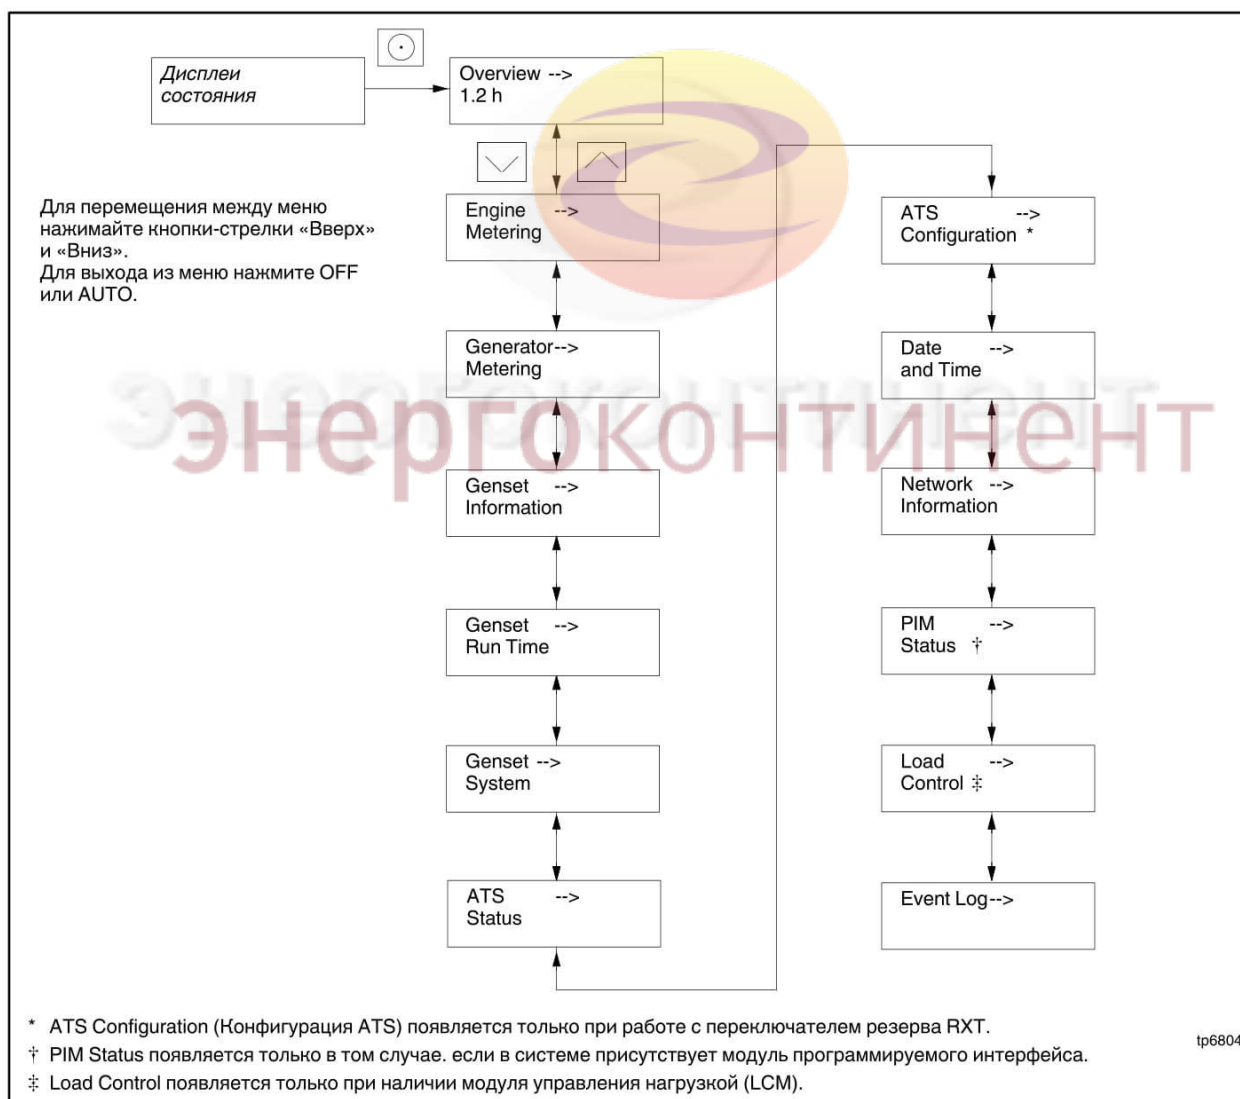

Рис. 3-9 Главное меню RDC2
2. Нажимайте кнопку-стрелку «Вниз», пока не появится нужное меню. В данном примере используется меню Genset System (Система генераторной установки). См. Рис. 3-9.
2. Нажимайте кнопку-стрелку «Вниз», пока не появится нужное меню. См. Рис. 3-9. В этом примере настраиваются дата и время. Нажмите:  Дисплей: Date --> and Time	9. Для перехода к следующему меню нажмите кнопку «Вниз». Нажмите:  Дисплей: Time: 01:49pm
2. Нажмите кнопку «Выбрать», чтобы войти в главное меню. См. Рис. 3-9.
Чтобы вызвать главное меню, один раз нажмите кнопку «Выбрать». Появится Overview (Обзор). См. Рис. 3-9. Для перехода к следующему меню, Engine Metering (Измерение параметров двигателя), нажмите кнопку «Вниз». Перемещайтесь по меню, приведенному на Рис. 3-9, при помощи кнопок-стрелок «Вверх» и «Вниз».